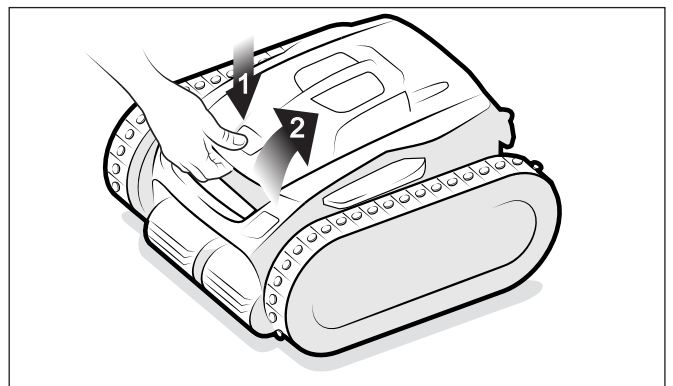

**Figure 12. Démêler**
4. Retirer le robot de la piscine et démêler tous les plis du câble d'alimentation (Figure 12). Commencer par la tête du nettoyeur. Poser le câble au soleil pour libérer toute mémoire enchevêtrée.